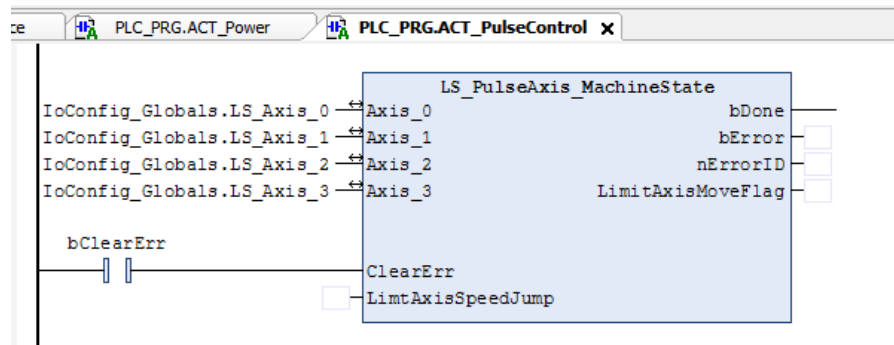

图 9.12 脉冲模块
- 2) 右击 `PLC_PRG` 主程序，选择“添加对象”-“动作”，命名 `ACT_PD606_CMD`，负责脉冲方向模块和硬件 IO 处理模块，编程语言为梯形图 LD，在设备栏双击“`ACT_PD606_CMD`”进入程序编辑区，添加 `PD606_IO_Cmd` 模块并在指令中填上对应的轴号，如图 9.12 所示；